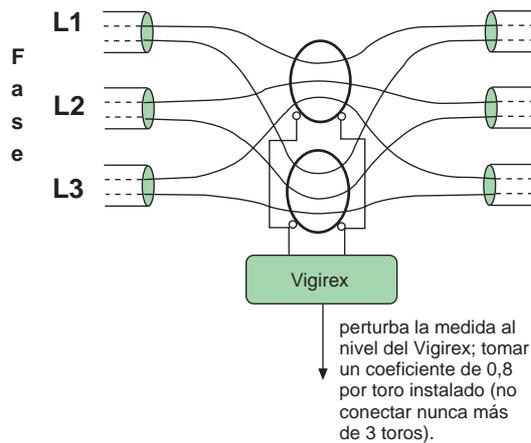

Fig. 5.43.
■ **2.º montaje:** en el caso que se tengan varios cables por fase (**fig. 5.43**), puede instalarse 1 toro por cable y conectar los secundarios en paralelo (respetar las polaridades); obteniendo la imagen de la corriente primaria en todas las fases. Este montaje es excepcional y sólo debe utilizarse si no se puede proceder de ninguna otra forma.